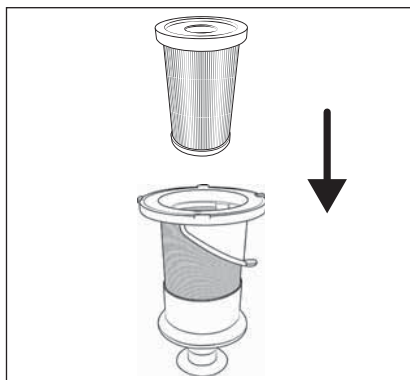

Abb. 27
① Hinweis
- 7) Setzen Sie den EPA-Filter **5** in den Edelstahlfilter **6** ein (siehe Abb. 27).